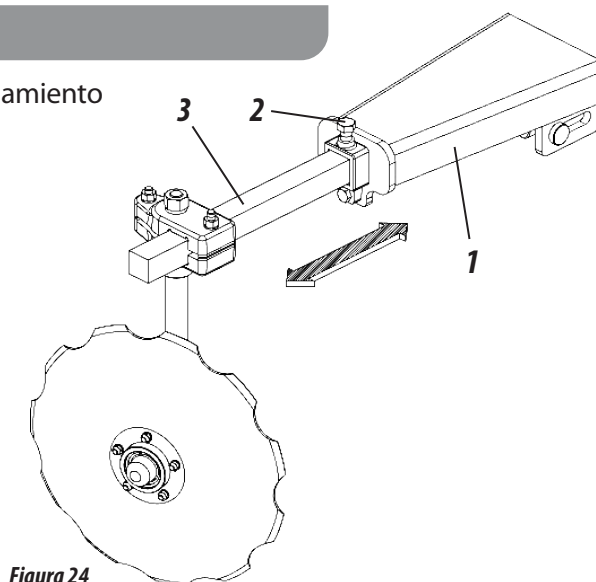

Figura 24
**REGULADO DE LA BARRA DE LOS MARCADORES DE LÍNEA (FIGURA 24)**